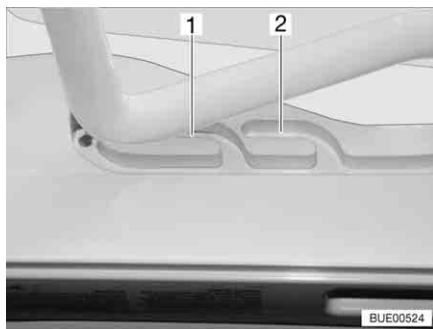
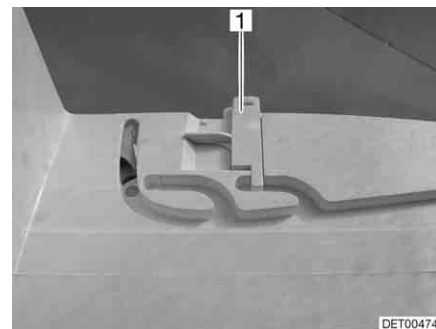

Fig. 111 Oblò Heki in posizione di ricircolo d'aria
Fig. 112 Bloccaggio della posizione di ricircolo d'aria
È possibile portare l'oblò Heki in due posizioni di ricircolo d'aria: Posizione brutto tempo (Fig. 111,1) e posizione centrale (Fig. 111,2). A seconda del modello, l'oblò può essere bloccato sulla posizione centrale del suo telaio con i due chiavistelli (Fig. 112,1) di sinistra e destra.
- Premere la staffa leggermente verso l'alto, spingerla nella guida selezionata (Fig. 111,1 o 2) ed eventualmente bloccarla.